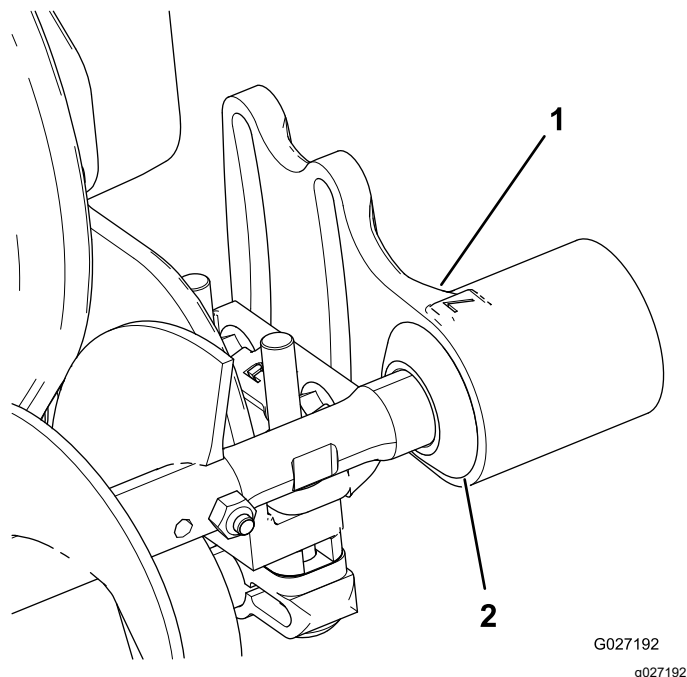

图 7
- 向外滑动每个防尘圈直到唇形密封圈与每个轴承座轻轻接触 图 7。